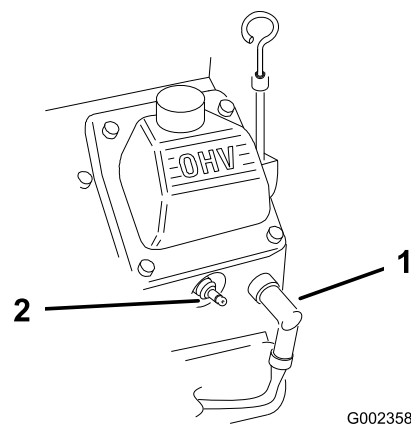

Figura 29
- Desconecte los cables de las bujías (Figura 29).